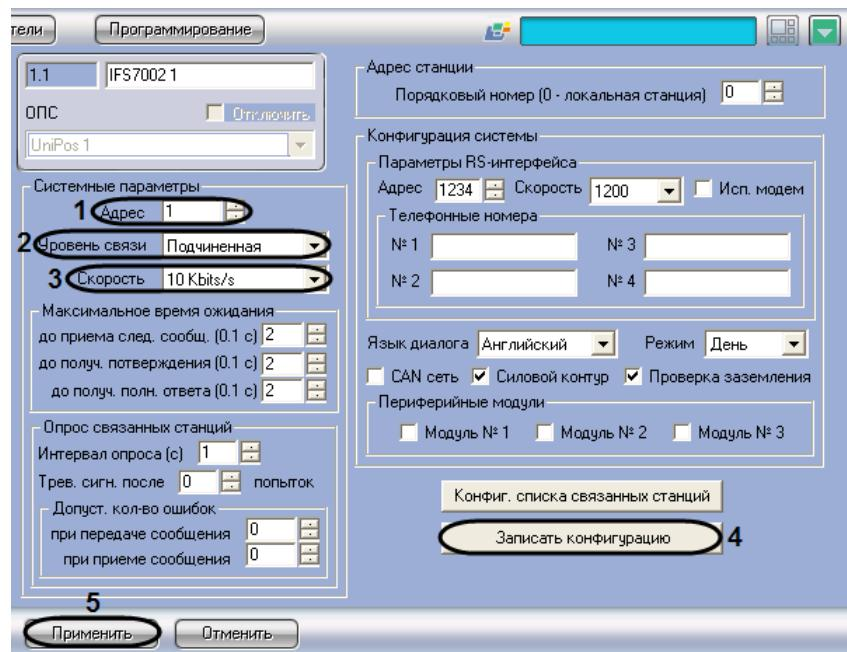

Рис. 3.3-4 Задание системных параметров станции IFS7002
- Перейти на панель настройки объекта **IFS7002** (см. Рис. 3.3-4).
2. В поле со списком **Адрес** ввести адрес станции в CAN-сети (см. Рис. 3.3-4, 1).
3. Из раскрывающегося списка **Уровень связи** выбрать приоритетный коммуникационный уровень станции в CAN-сети *OPC Unipos* (см. Рис. 3.3-4, 2).
4. Из раскрывающегося списка **Скорость** выбрать скорость передачи данных в CAN-сети станции (см. Рис. 3.3-4, 3).
5. Для применения настроек на станции нажать кнопку **Записать конфигурацию** (см. Рис. 3.3-4, 4)
6. Для сохранения настроек во внутренней базе данных ПК *ACFA Intellect* нажать кнопку **Применить** (см. Рис. 3.3-4, 5).